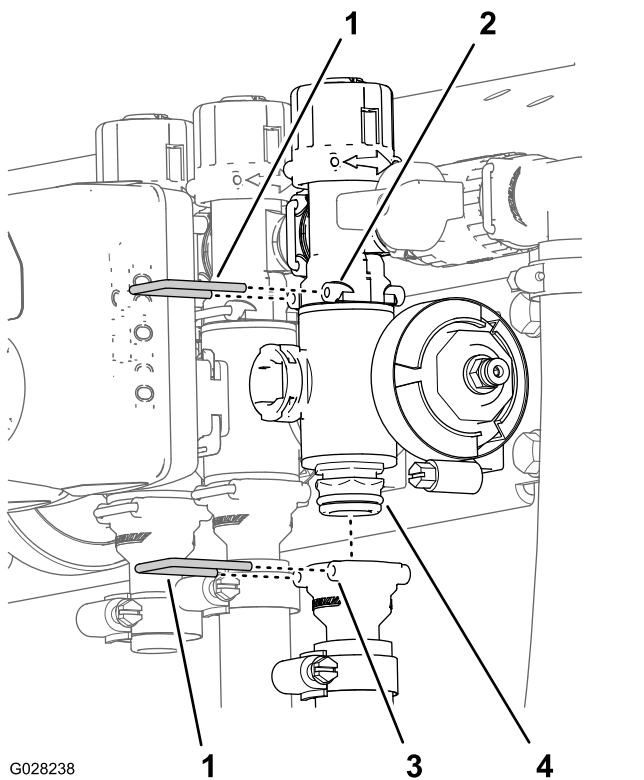

Figura 69
2. Retire las horquillas de retención que sujetan el conector de salida al distribuidor de la válvula de sección y el distribuidor de la válvula al acoplamiento de desvío (Figura 69).